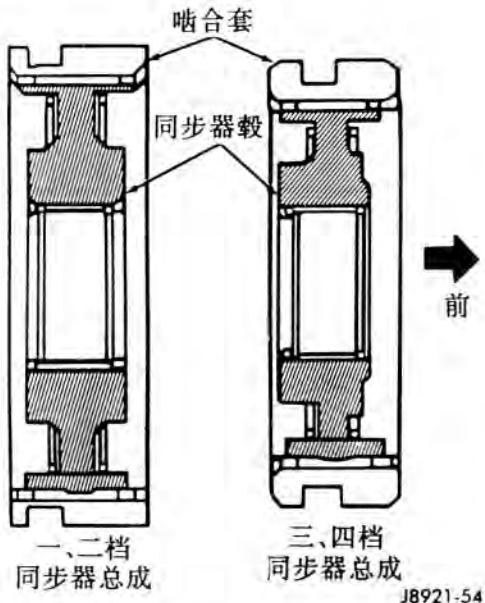

图 54 同步器识别
(6) 用规定的齿轮油润滑变速器零部件。
(7) 组装一、二档和三、四档同步器毂、啮合套，卡簧和滑块(图 54)。